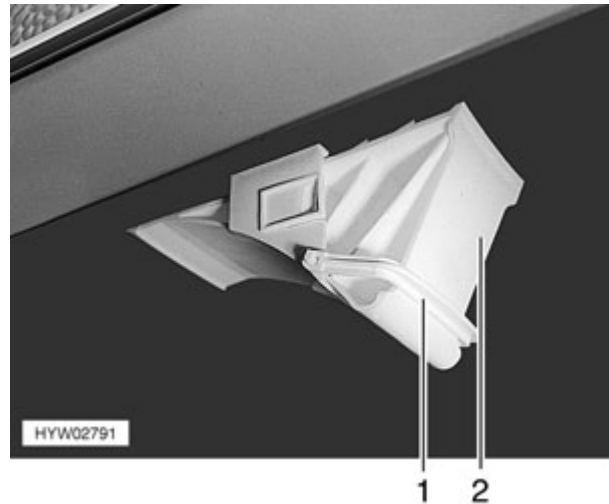

Fig. 17 Cales de roues
- Appuyer sur l'arceau d'appui (Fig. 17,1) vers le bas.
- Retirer la cale de roue (Fig. 17,2) de la fixation.